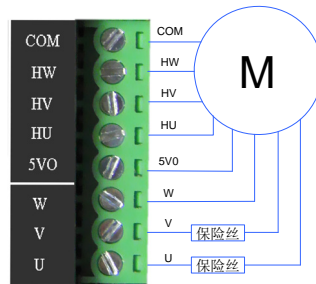

图 3.4 电机接线图
- 1) 断开驱动器电源。将电机的U、V、W三相电源线接到驱动器电机接口的U、V、W，将电机的霍尔信号传感器电源线正负极（通常正极为红色，负极为黑色，具体参照电机的相关资料）分别接到驱动器霍尔信号接口的 5V0和COM，霍尔信号传感器的三霍尔位置信号线接到驱动器霍尔接口的HU、HV、HW，如图 3.4 所示。